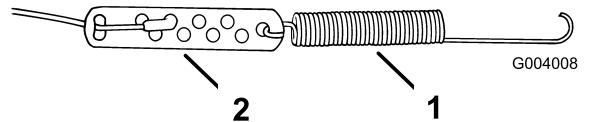

Bild 6
2. Haken Sie die Feder am Rundloch am Ende der Zügeinstellung ein (Bild 6).